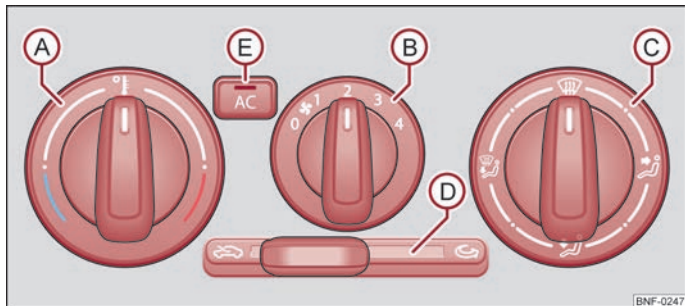

Bild 56 Klimatanläggning: Reglage
Kylsystemet drivs när knappen  ⇒ bild 56  är intryckt, och följande villkor är uppfyllda:
- Vrid vredet (A) ⇒ bild 56 åt höger för att höja temperaturen.
- Vrid vredet (A) åt vänster för att sänka temperaturen.
- Tryck på knappen (AC) (E) ⇒ bild 56. I knappen lyser kontrollampan.
- Genom att på nytt trycka på knappen (AC) kopplas klimatanläggningen från. Kontrollampan i knappen slocknar.
- Reglage Ⓐ, Ⓑ, Ⓒ, Ⓓ och knappen Ⓔ ⇒ bild 56.
- Skjut reglaget Ⓓ ⇒ bild 56 till läge ⇌.